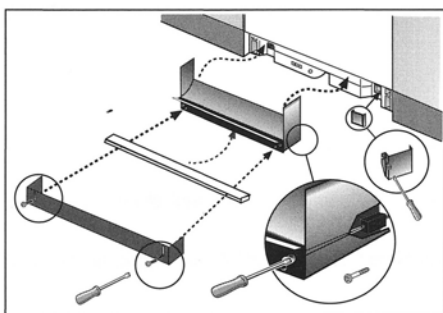

Figure 26
- Replacer le couvercle de la boîte de jonction, insérer et serrer la vis (figure 26).